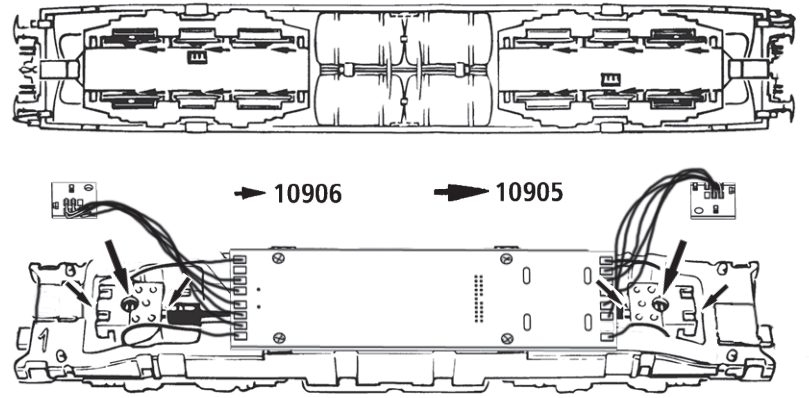

Fig. 9
4. Motorwechsel: Lokgehäuse abnehmen (Fig. 3). Danach wird der Motor ausgebaut und ausgetauscht (Fig. 9).
4. Motor Changing: First remove loco body (fig. 3), and then the motor (fig. 9).
4. Remplacement du moteur: Démontez la caisse (voir fig. 3). Démontez ensuite le moteur (fig. 9).